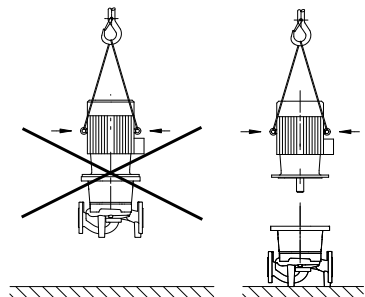

Fig. 8 : 运输电机
- 电机上的运输吊环只允许用于运输电机，但是不允许用于运输整个水泵（Fig. 8）。